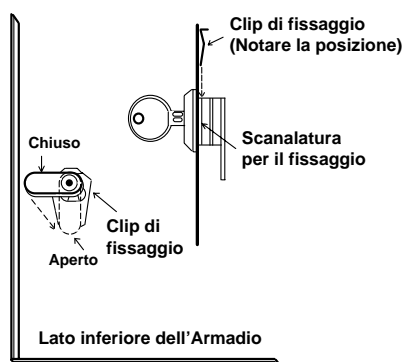

Figura 2. Montaggio della Serratura dello Sportello (AD-8085), se usata
1. Agganciare i due supporti in plastica più lunghi agli appositi binari ricavati sul fondo del contenitore, come indicato nel dettaglio "A" della Figura 2
2. Inserire il lato superiore del circuito nelle apposite scanalature create sul fianco della scatola. Assicurarsi che il circuito sia inserito nella fila corretta, come indicato nel dettaglio "B" della Figura 2.